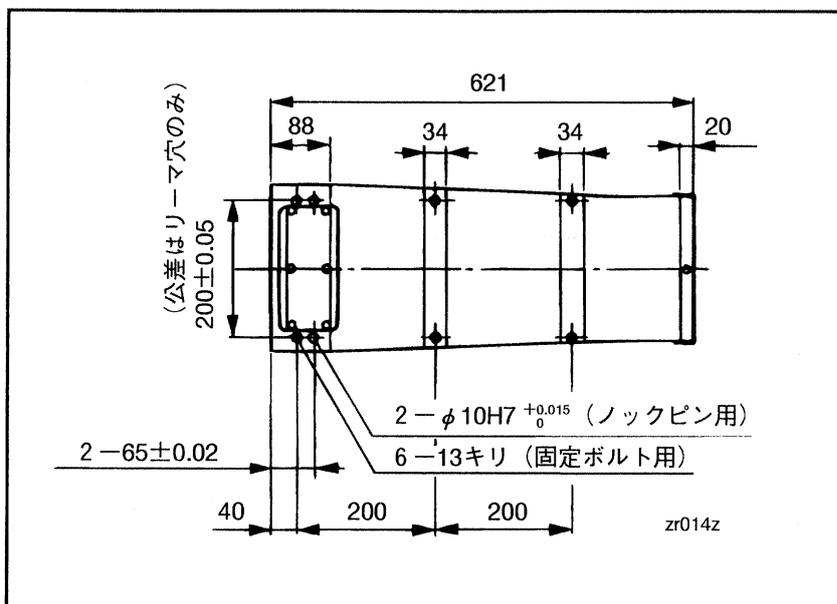

図5-58B TAH型の固定ボルト、ピン穴位置(ロボットベースの裏面寸法)
- ①設置台のロボット固定位置に図5-58Bの寸法に従って、ボルト穴(M12:並目)6ヶ所、ロックピン穴2か所を開けてください。
- ②ロボットをロボット運搬方法に従って、設置位置に置いてください。
- ③並行ロックピンφ10、2本を打ち込んでください。